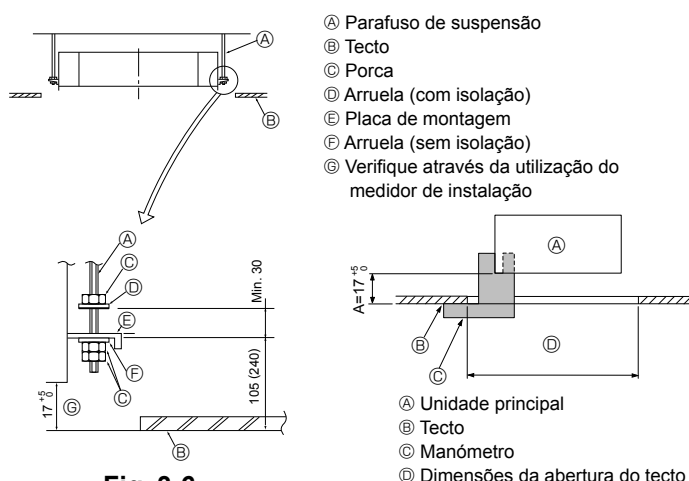

Fig. 3-6
- ① Estruturas de madeira
- ② Estruturas de cimento armado
3.6. Processos de suspensão da unidade (Fig. 3-6)